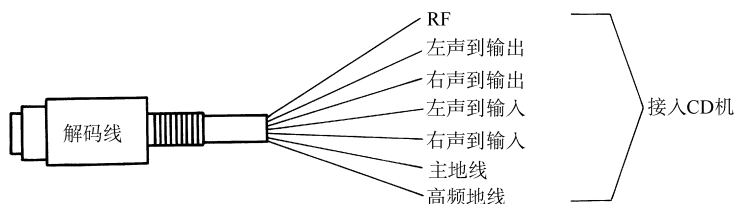

图 7-4 解码线
(1) 电源电线：解码器有外接的电源电线是独立于其他设备的。
(2) 连接线：接地位置很重要，这根接地线是相对于上面电源线的。
(3) 视频输出线：一般有两路视频输出线 V1 和 V2。
(4) 控制线：主要用来控制左右声道转换。
(5) 解码线：用来连接解码器和 CD 机，解码器和 CD 机的信号转换都要通过这根线来完成 (图 7-4)。